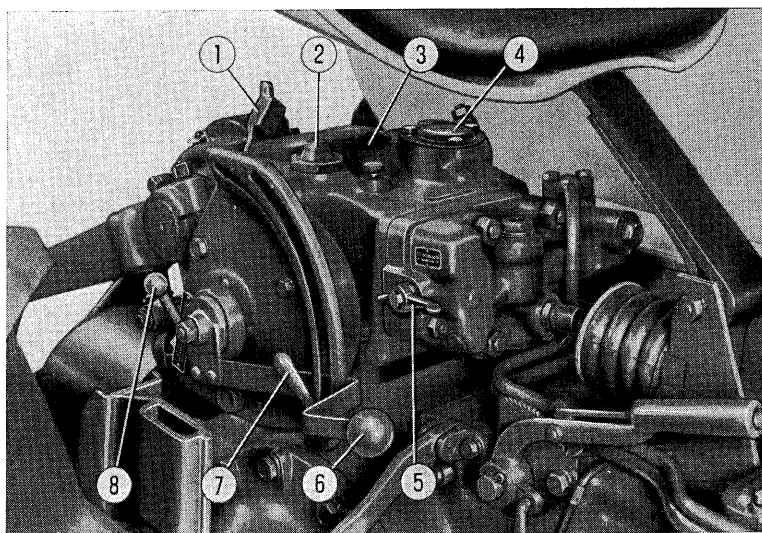

Fig. 35. Hydraulikblokken.
Den eventuelt indskudte bladfjederlås (1) fig. 35, trækkes ud. Topstangen fjernes, og det kontrolleres om der er $15 \pm 0,5$ mm mellem topstangsmonteringen og liftblokken. Er den målte afstand for lille, monteres der mellemlægsskiver mellem topstangsmonteringen og bladfjederen, indtil afstanden passer. Er afstanden for stor fjernes nogle af skiverne.